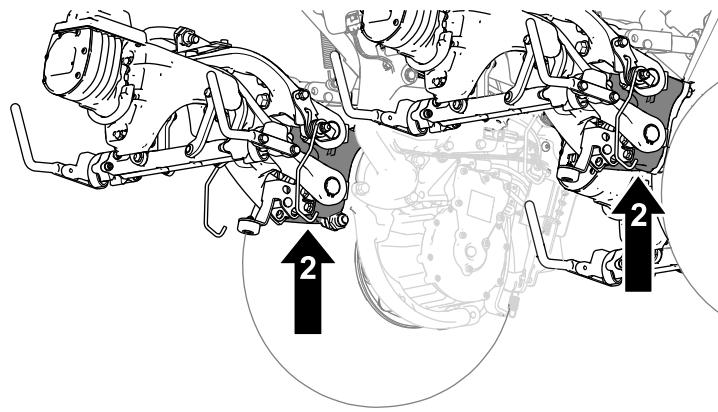

Bild 36
2. Die Maschine nach dem Aufbocken an den folgenden Stellen mit Ständern sichern (Bild 36):